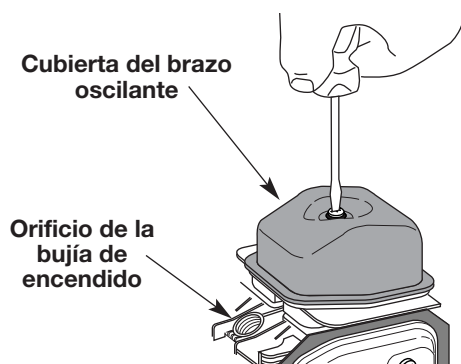

Fig. 53
7. Limpie la suciedad de alrededor de la cubierta del brazo oscilante. Saque el tornillo que sostiene la cubierta del brazo oscilante con un destornillador grande de vástago plano o con una broca Torx T-25 (Fig. 53). Saque la cubierta y la junta del brazo oscilante.
- El pistón se encuentre en la parte superior de su recorrido mientras mira dentro del orificio de la bujía de encendido (Fig. 53).